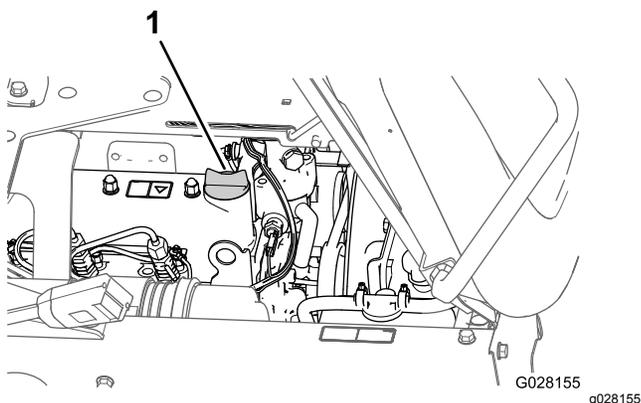

Рисунок 69
3. Если уровень масла низкий, снимите крышку заливной горловины с крышки клапана и залейте масло в заливную горловину до уровня отметки Full (Полный) на масломерном щупе (Рисунок 69).